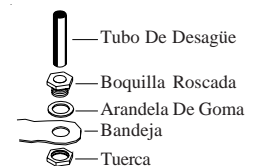

Fig. 4
- **Instale el montaje de desagüe.** Quite la tuerca y pase la boquilla por el agujero de la bandeja, colocando la arandela de goma entre la bandeja y la cabeza de la boquilla (véase fig. 4). Coloque la tuerca en la boquilla y atorníllela hasta que quede apretada contra la parte inferior de la bandeja. Inserte el tubo de desagüe en la boquilla para retener el agua. El tubo de desagüe se puede quitar para desaguar el agua de la bandeja cuando sea necesario. Se puede conectar una manguera de jardín a la boquilla para desaguar el agua hacia otra parte.